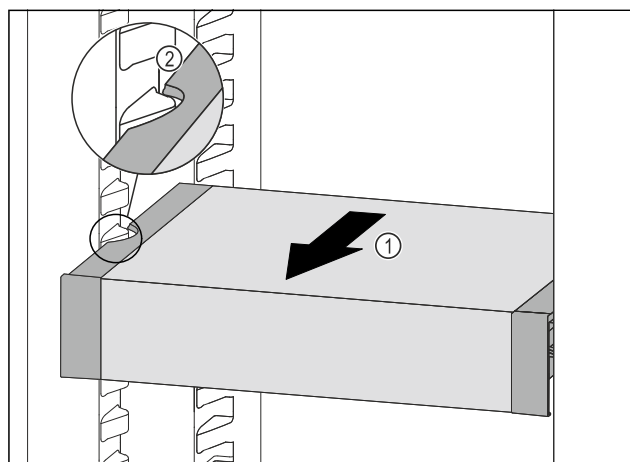

Fig. 54
- ▶ Изтеглете VarioSafe напред Fig. 54 (1), докато страничните прорези на VarioSafe се намират на височината на реброто на съда в хладилната част. Fig. 54 (2)